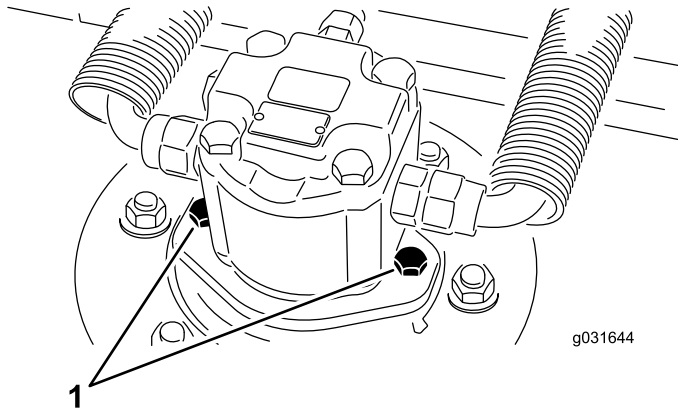

図 67
2. 油圧モータ取り付けねじを外して、カッティングユニットから油圧モータを外す **図 67**。
4. 油圧モータ取り付けねじで、カッティングユニットに油圧モータを取り付ける **図 67**。